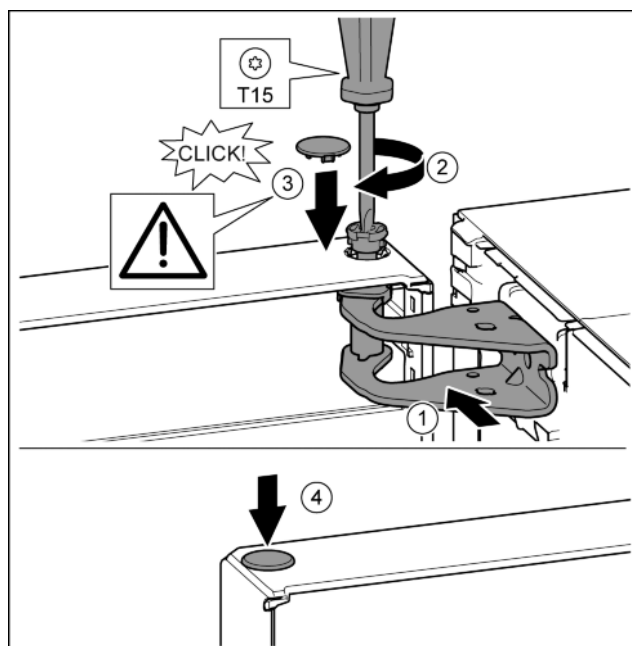

Fig. 19
- Dveře nahoře vyrovnejte s otvorem ve stojanu ložiska. Fig. 19 (1)
- Vložte čep a pevně jej utáhněte šroubovákem T15. Fig. 19 (2)
- K zajištění dveří namontujte bezpečnostní kryt: Bezpečnostní kryt nasad'te a zkontrolujte, zda přiléhá na dveře. V opačném případě čep zcela zasuňte. Fig. 19 (3)
- Vložte zátku. Fig. 19 (4)